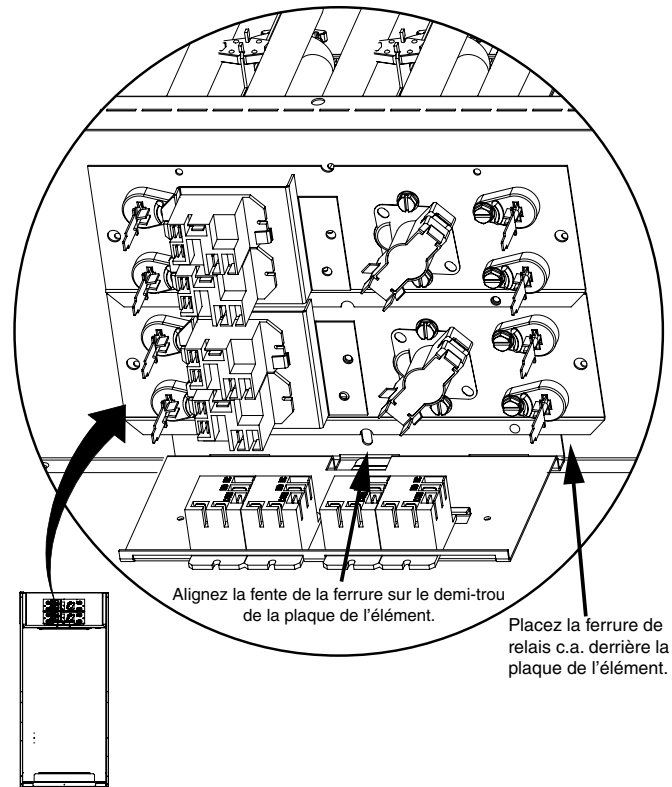

Figure 7. Installation de la trousse de chauffage H8HK
- b.) Alignez la fente de la ferrure sur le demi-trou de la plaque de l'élément. Voyez la Figure 7 \(page 6\).